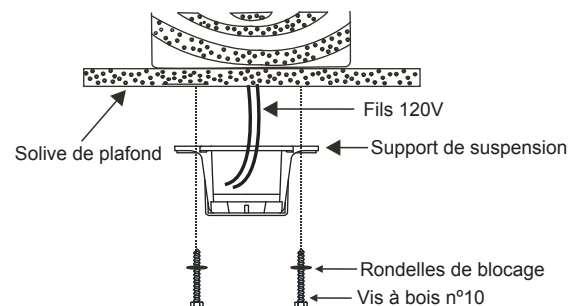

Fig. 7
Étape 4A. Fixez le support de montage directement sur une solive de la structure du bâtiment. Utilisez uniquement les vis à bois et les rondelles de blocage fournies avec le ventilateur. **(Fig. 7) REMARQUE : CETTE ÉTAPE NE CONCERNE QUE LES INSTALLATIONS AU CANADA.**
MISE EN GARDE ! LE SUPPORT DE SUSPENSION DOIT ÊTRE INSTALLÉ DIRECTEMENT SUR LA SOLIVE DU BÂTIMENT AVEC LES DEUX VIS À BOIS ET LES RONDELLES FOURNIES. **(Fig. 7)**